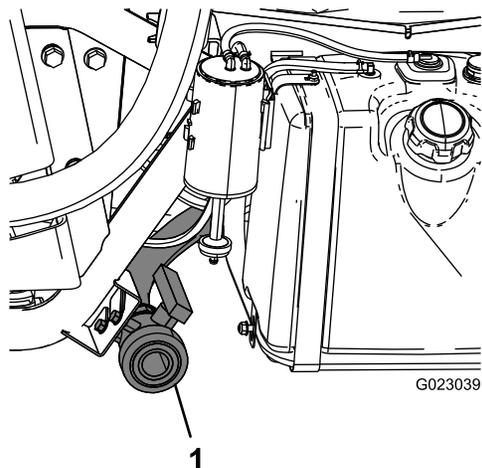

図 15
2. タンクのドレンバルブは車両の左側にある **図 15**。
4. タンクドレンハンドルを操作して残っている薬液を全部排出し、地域の法律や規則、メーカーの指示に従って適切に処分する **図 15**。
5. 排出が完全に終了したら、ドレンバルブを閉じ、バルブをブラケットに取り付ける **図 15**。